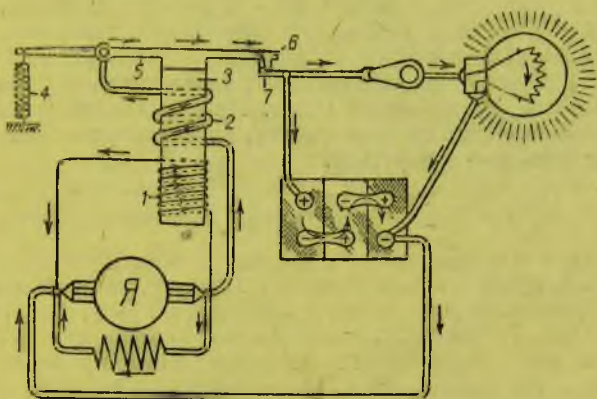

Рис. 130. На средних и больших оборотах двигателя реле подключает к генератору цепь
мой передаче) электромагнит станет настолько сильным, что сможет преодолеть действие пружины (4) и притянуть к себе молоточек (5), который контактом (6) войдет в соприкосновение с контактом сети (7), давая тем самым путь току из генератора в общую цепь электрооборудования (рис. 130).